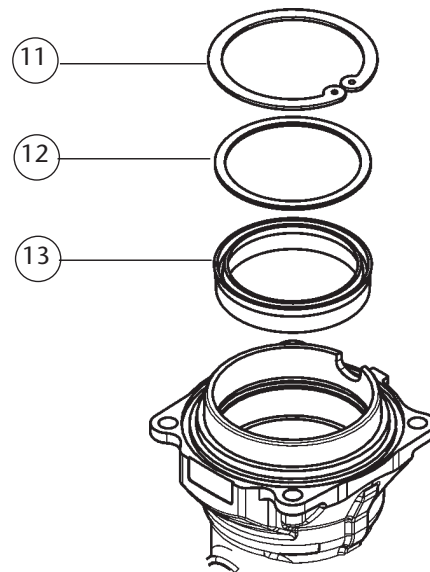

Fig. 10
5. Remove the piston (10) and disassemble the circlip (11), the washer (12) and the seal (13) (fig. 10). Check the piston for scratches and replace damaged parts.
5. Quite el vástago (10) y desmonte el anillo de seguridad (11), la arandela (12) y el collarín (13) (fig. 10). Verifique que el vástago no esté rayado y sustituya piezas deterioradas.
5. Retirer le piston (10) et démonter l'anneau de sécurité (11), les rondelles (12) ainsi que le collier (13) (voir fig.10). S'assurer que le piston n'est pas rayé et remplacer les pièces endommagées si nécessaire.
5. Den Kolben (10) entfernen und den Sprengling (11), die Beilagscheibe (12) und die Dichtung (13) zerlegen (Bild 10). Kolben auf Kratzer prüfen. Evtl. beschädigte Teile ersetzen.